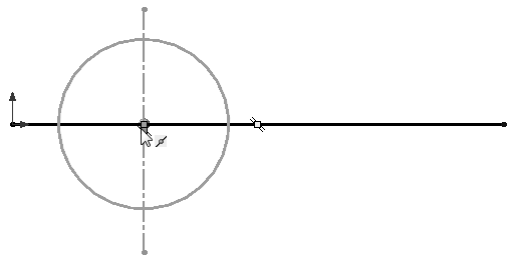
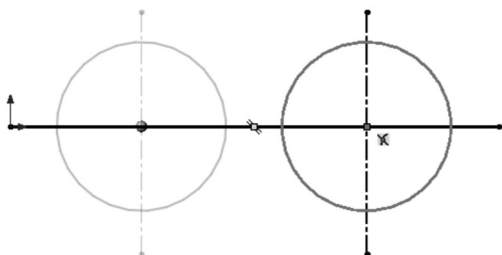

图 3-44 单击圆心为移动基点
图 3-45 拖动将圆草图实体定位
- [4] 在“参数”下,选择“从/到”,单击圆心为移动基点  如图 3-44 所示,然后拖动将草图实体定位,如图 3-45 所示。